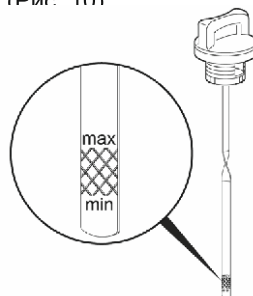

Рис. 10 Уровень масла в картере двигателя
5. Аккуратно вытащите щуп и осмотрите его. Уровень масла должен соответствовать верхней отметке «max» на щупе (Рис. 10)
4. Аккуратно извлеките щуп и осмотрите его. Уровень масла должен соответствовать верхней отметке на щупе. При недостаточном уровне масла в картере необходимо долить чистое масло до верхней отметки «max» на щупе (Рис. 10).